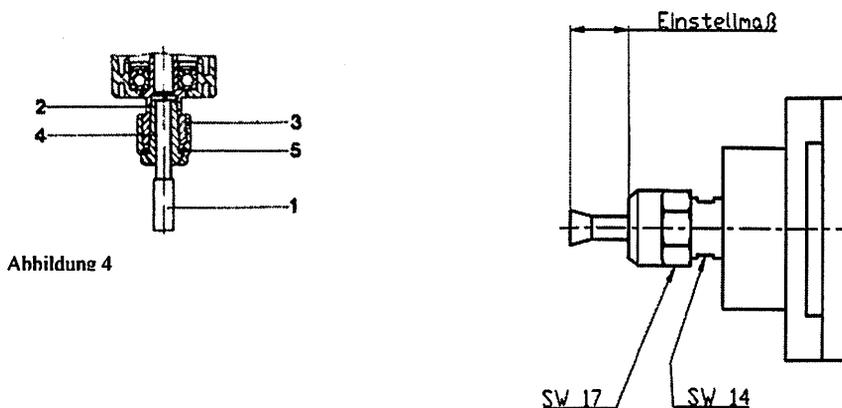

Abbildung 4
Die Spindel des Fräsgetriebes ist mit einer Präzisions-Spannzange zur Aufnahme des Werkzeuges ausgestattet. (Abbildung 4). Zum Einspannen des Werkzeuges (1) wird die Getriebespindel (2) mit dem Gabelschlüssel SW14 festgehalten und die Spannmutter (3) mit dem Gabelschlüssel SW 17 angezogen.